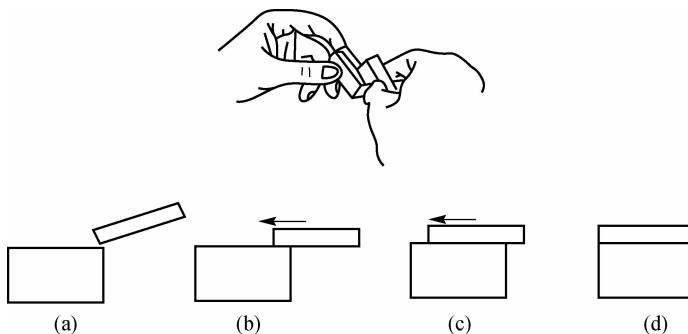

图1-43 量块的研合过程
(7)量块研合的顺序为:先将小尺寸量块研合,再将研合好的量块与中等尺寸量块研合,最后与大尺寸量块研合,如图1-43所示。